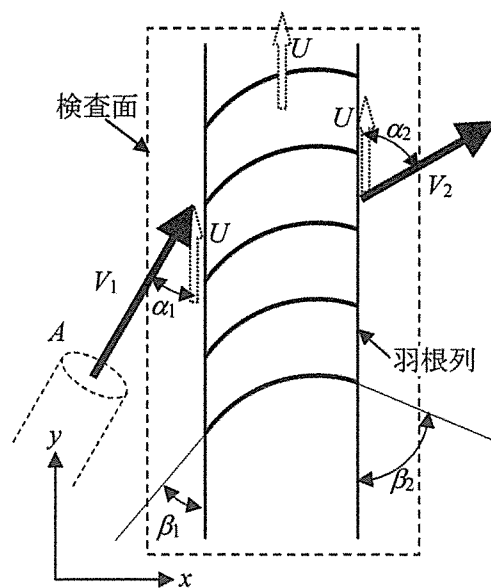

図 1
I 図 1 に示す通り, 断面積  $A$  の空気噴流が一定速度  $U$  で上方向に運動している羽根列に流入し, 断面積を変化して流出する。流入, 流出の絶対速度はそれぞれ  $V_1, V_2$ , 流入, 流出流れの静止系における角度はそれぞれ  $\alpha_1, \alpha_2$  である。空気密度を  $\rho$  とし, 摩擦損失ならびに重力の影響は無視すると共に, 羽根列前後の圧力は大気圧で一定とする。次の (1) ~ (4) の問いについて答えよ。
- (1) 運動量の法則を用いることにより, 空気噴流が羽根列に及ぼす力の上下方向成分  $F_T$  (上向きを正とする) を求め,  $A, V_1, V_2, \alpha_1, \alpha_2, \rho$  を用いて示せ。
- (2) 空気噴流が羽根列に対して単位時間に行う仕事 (仕事率)  $P$  は, 単位時間に空気噴流が失うエネルギーに等しい。仕事率  $P$  を求め,  $A, V_1, V_2, \rho$  を用いて示せ。
- (3) 羽根列の運動速度  $U$  を  $F_T$  と  $P$  を用いて示せ。
- (4) 図 1 に示す通り, 羽根列の羽根角度は, 羽根列の入口と出口においてそれぞれ  $\beta_1, \beta_2$  と定義されている。羽根列の入口と出口において, 運動している羽根列に対する空気噴流の相対流れが, 羽根角度  $\beta_1, \beta_2$  と同一の方向となる。羽根角度  $\beta_1, \beta_2$  を  $V_1, V_2, \alpha_1, \alpha_2, U$  を用いて示せ。ただし, 羽根列の運動速度  $U$  は以下の条件を満足する。